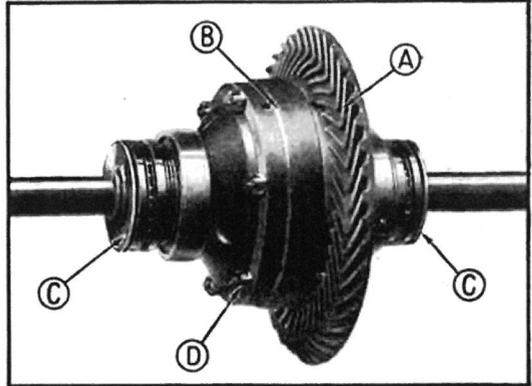

Fig. 197. — Ensemble du différentiel
- 2—Démonter la couronne de différentiel en enlevant les 6 boulons la fixant sur le boîtier (fig. 197).